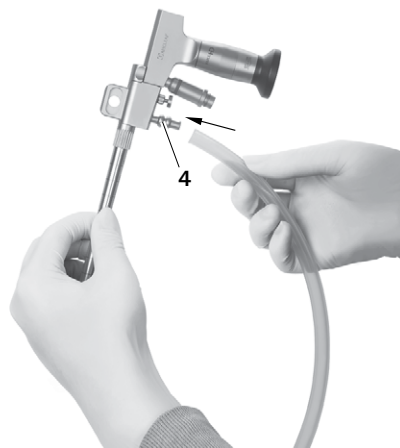

Fig. 20
- A la conexión de irrigación **4**, ver Fig. 20.